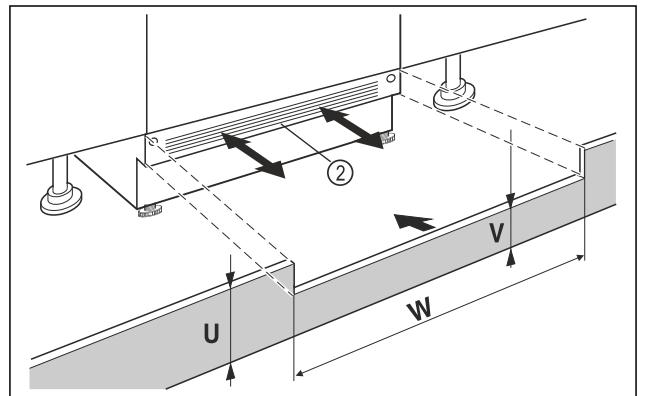

Fig. 88 Przykładowa prezentacja
- ▶ Założyć listwę maskującą cokół urządzenia Fig. 88 (2), ale jeszcze nie mocować.
- ▶ Przy widocznej listwie maskującej cokół Fig. 88 (2) pociągnąć ją przodu, tak by przednia krawędź kratki wentylacyjnej oraz listwy maskującej cokół tworzyły jedną płaszczyznę.
- ▶ Przy zakrytej listwie maskującej cokół Fig. 88 (2), przesunąć listwę całkowicie do tyłu.
- ▶ Zwrócić uwagę na to, by kratki wentylacyjne były odstępnięte: W razie potrzeby wysokość listwy maskującej cokół Fig. 88 (U) można dopasować!
- ▷ Na całej szerokości wnęki Fig. 88 (W) należy dopasować wysokość podstawy Fig. 88 (V) pod listwą maskującą cokół urządzenia Fig. 88 (2).